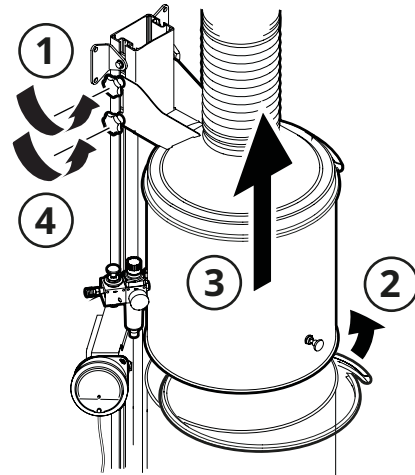
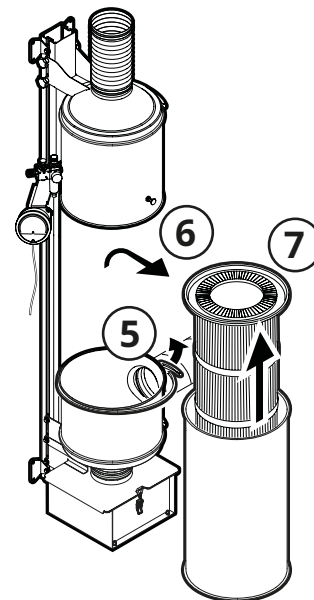
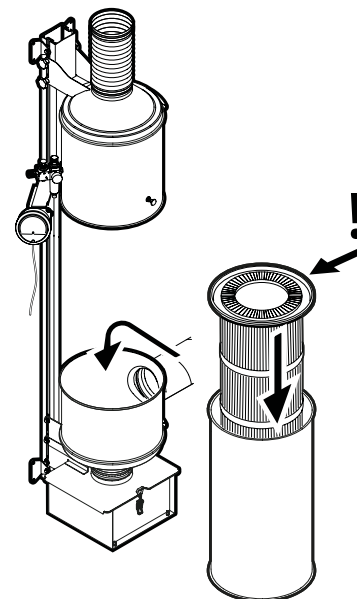

Fig. 9
Fig. 10
Fig. 11
3. Die Drehknäufe (1, **Fig. 9**) für den Auslass und den Spannring (2) zwischen Filtergehäuse und Betätigungszylinder lösen.
4. Anschließend den Betätigungszylinder (3) nach oben schieben und sicher am Aluminiumprofil befestigen (4).
5. Den Spannring zwischen Filtergehäuse und Anschlusszylinder lösen (5, **Fig. 10**).
6. Das Filtergehäuse herausnehmen und auf einer ebenen Fläche ablegen (6).
7. Den Patronenfilter aus dem Filtergehäuse heben (7).
9. Einen neuen Patronenfilter in das Filtergehäuse einsetzen (siehe **Fig. 11**).
2. Die Drehknäufe (1, **Fig. 9**) für den Auslass und den Spannring (2) zwischen Filtergehäuse und Betätigungszyylinder lösen.
3. Anschließend den Betätigungszyylinder (3) nach oben schieben und sicher am Aluminiumprofil befestigen (4).
4. Den Spannring zwischen Filtergehäuse und Anschlusszyylinder lösen (5, **Fig. 10**).